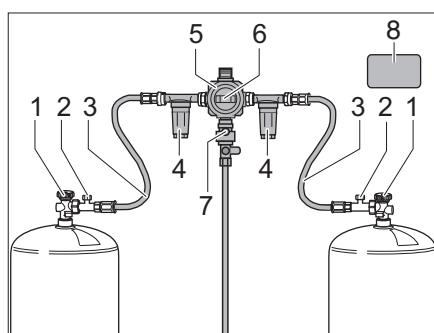
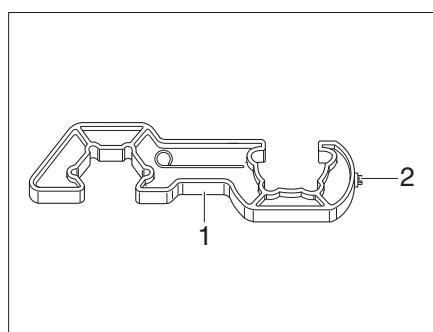

Fig. 251 Impianto di commutazione Caramatic DriveTwo
Fig. 254 Strumento ausiliario
L'impianto di commutazione Caramatic DriveTwo è costituito da una valvola di commutazione (Fig. 251,5) e una centralina di controllo (Fig. 252). La valvola commutatrice è montata tra i tubi ad alta pressione (Fig. 251,3). Con la manopola (Fig. 251,6) sulla valvola commutatrice è possibile stabilire, quale delle bombola del gas viene utilizzata come bombola in uso e quale bombola del gas viene utilizzata come bombola di riserva.
La valvola di commutazione (Fig. 251,5) è dotata di un impianto di sbrinamento con regolatore Eis-Ex. In questo modo si possono evitare guasti nell'impianto del gas in inverno.
A monte della valvola di commutazione (Fig. 251,5), su ogni lato è possibile montare un filtro del gas (Fig. 251,4) (opzionale), che protegge l'impianto a gas da oleosità e impurità.
Le valvole principali di arresto (Fig. 251,1) delle bombole del gas devono essere aperte manualmente.
Il pulsante di sblocco (Fig. 251,7) del sensore di crash si trova sotto la valvola di commutazione.
- Aprire le valvole principali di arresto (Fig. 251,1) delle bombole del gas.
- Con la manopola (Fig. 251,5) sulla valvola commutatrice (Fig. 251,6) selezionare la bombola del gas da cui proviene la principale alimentazione del gas (bombola in uso).
- Chiudere le valvole principali di arresto (Fig. 251,1) delle bombole del gas.
- ▶ Per avvitare e svitare i tubi flessibili ad alta pressione, utilizzare lo strumento ausiliario (Fig. 254,1). Esso garantisce la necessaria coppia di serraggio e impedisce che l'uso di utensili errati danneggi collegamento a vite.
- Chiudere la valvola principale di arresto (Fig. 251,1) della bombola del gas vuota.
- Svitare il tubo flessibile ad alta pressione (Fig. 251,3) dalla bombola del gas per mezzo dello strumento ausiliario (Fig. 254).
- Collegare la bombola del gas piena al tubo flessibile ad alta pressione (Fig. 251,3).
- Aprire la valvola principale di arresto (Fig. 251,1) della bombola del gas.
- Posizionare con un mezzo giro la manopola (Fig. 251,5) sulla valvola commutatrice (Fig. 251,6) in modo tale che la bombola del gas appena sostituita serva da bombola di riserva.
- Premere il pulsante (Fig. 251,2) del dispositivo antirottura del tubo flessibile ad alta pressione per attivarlo.
- Eventualmente premere il pulsante di reset (Fig. 251,7) del sensore di crash.
- ▶ Per il sistema di regolazione della pressione del gas di sicurezza Caramatic DriveOne assicurarsi che il prelievo di gas avvenga nella direzione di marcia (vedi adesivo di sicurezza (Fig. 251,8) nel vano gas).
- Dopo aver sostituito la bombola del gas, premere vigorosamente il pulsante verde (Fig. 251,2) del tubo flessibile ad alta pressione (Fig. 251,3).